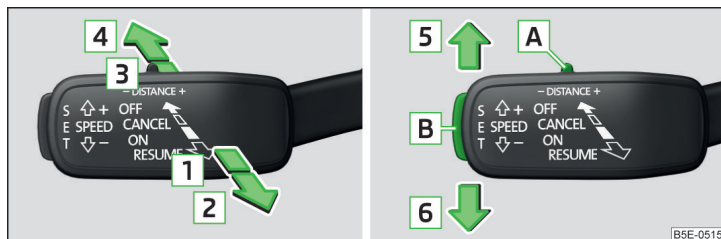

Fig. 234 Palanca de mando
Vista general de las funciones de la ACC que se manejan con la palanca » fig. 234
- Pulse **SET** » fig. 234 de la pág. 194.
- **o**: Ajustar la palanca en la posición con resorte **RESUME** » fig. 234 de la pág. 194.
- Ajustar la palanca en la posición con resorte **CANCEL** » fig. 234 de la pág. 194.
La velocidad deseada se ajusta o se cambia con la palanca de mando » fig. 234 de la pág. 194.
➤ Ajustar el conmutador **DISTANCE** en la posición con resorte - o + » fig. 234 de la pág. 194.
Se puede interrumpir una aceleración en todo momento pisando el pedal de freno o pulsando el punto de presión **CANCEL** en la palanca de mando » fig. 234 de la pág. 194.